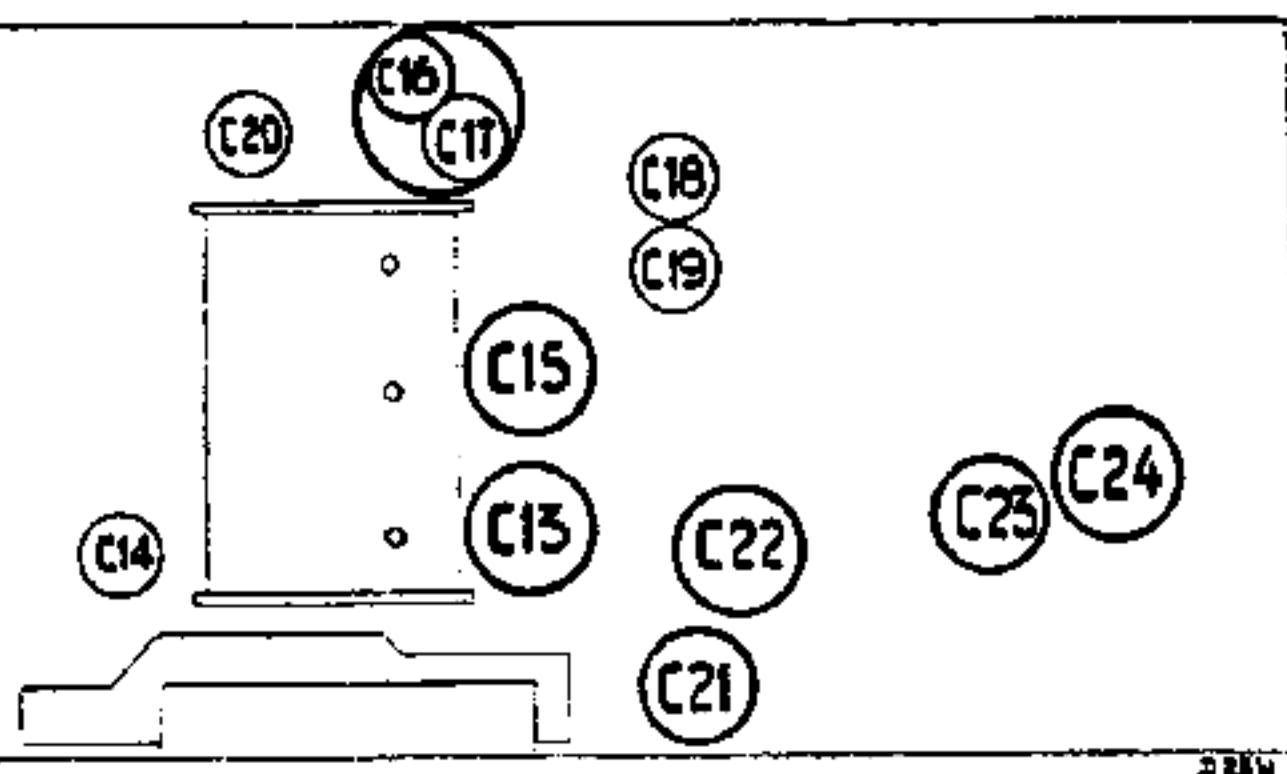

Fig. 6
8. C24 trimmen op max. output (zie fig. 6).
C16-C15-C13-C15-C16 (zie fig. 6).
4. S6 (of C12) afregelen op minimum output S6 of C12 is te vinden op het chassis tusschen C14 (zie fig. 6) en de gelijkrichtlamp.